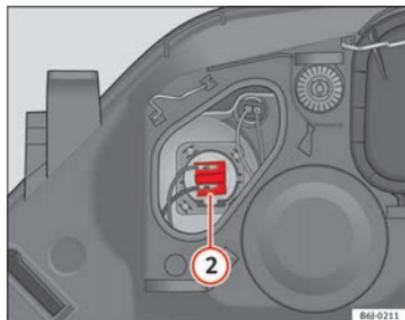

Abb. 144 Fernlicht
- Ziehen Sie den Stecker ⇒ Abb. 144 ② nach außen ab.